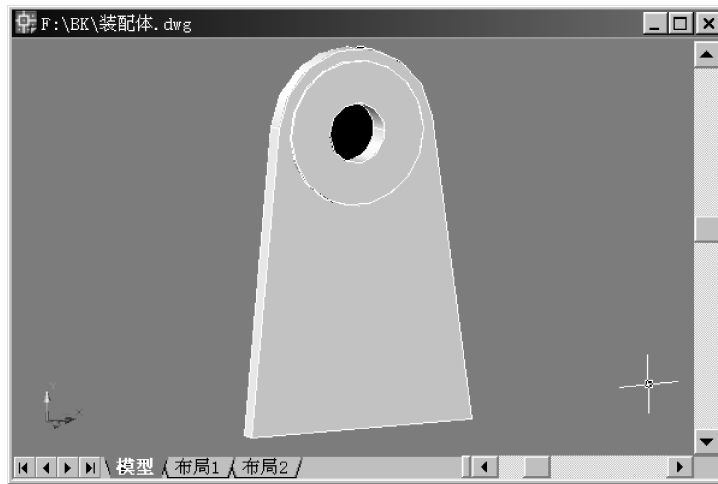

图 5-39 完成后的挡板造型
(4) 单击“标准”工具栏 → , 将着色模式设置为“线框图”, 并将视图变换到如图 5-39 所示的位置。单击“实体编辑”工具栏 → , 将挡板和大圆柱体合并为一个整体, 然后单击“实体编辑”工具栏 → , 创建挡板与小圆柱体的差集, 结果如图 5-39 所示。